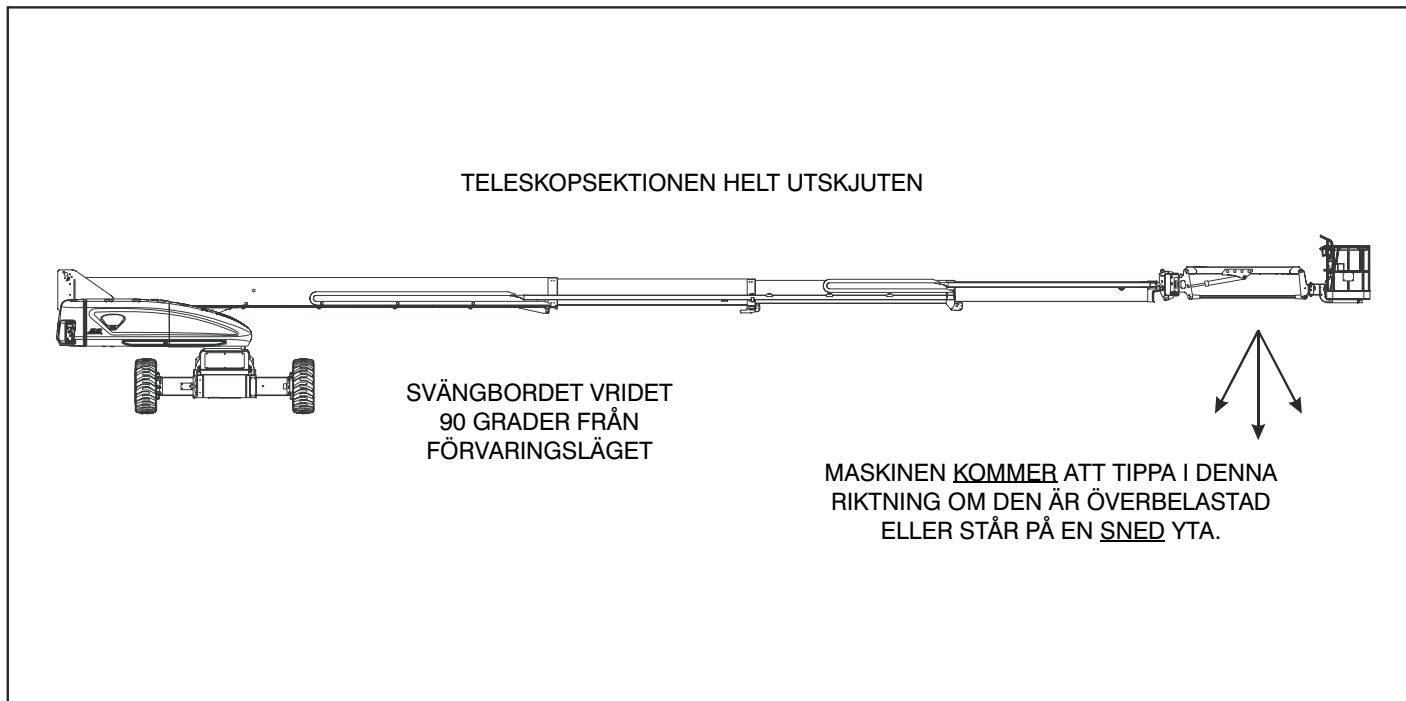

Fig. 4-2. Minsta stabilitet framåt
Maskinens stabilitet baseras på två (2) förhållanden som kallas stabilitet FRAMÅT och BAKÅT. En maskin med minst stabilitet FRAMÅT visas i fig. 4-2 och en maskin med minst stabilitet BAKÅT visas i fig. 4-3.